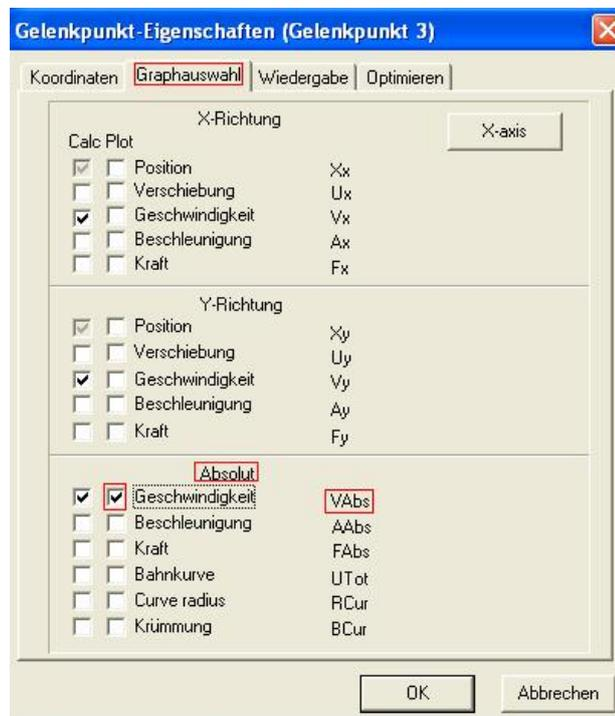

Abb. 7: Einstellung für Anzeige der Geschwindigkeit am Schwingenzapfen
1. Rechtsklick auf den Gelenkpunkt 3 (= B / Schwingenzapfen) und Einstellungen gemäß Abb. 7 vornehmen (Häkchen bei „Plot“ unter Absolut → VAbs hinzufügen)